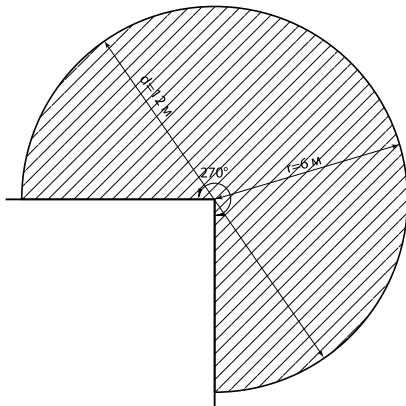

Рисунок 3. Зона обнаружения датчиками движения ДДС-01, ДДС-02, ДДС-03, ДДС-04, ДДС-05, ДДУ-01, ДДПр-01, мм
- Объект захватывает край зоны обнаружения датчика вследствие небольшой высоты установки датчика и небольшого угла обзора датчика (рисунок 3);